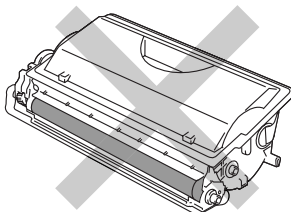

Figura 5-7
- Não toque nas partes marcadas a cinzento na Figura 5-7.